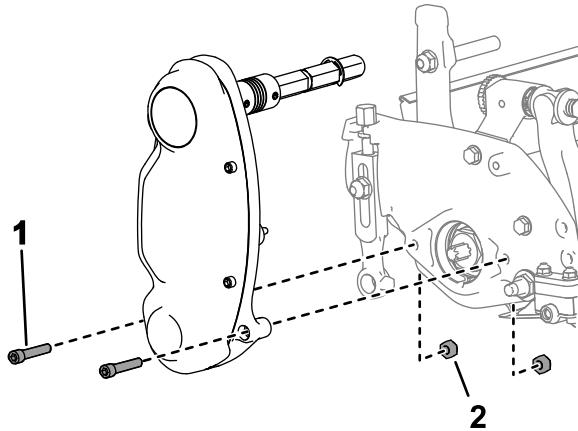

Figura 6
2. Retire las tuercas del interior de la chapa lateral (Figura 6).
1. Retire las fijaciones que sujetan el conjunto de transmisión del molinete a la chapa lateral (Figura 6).